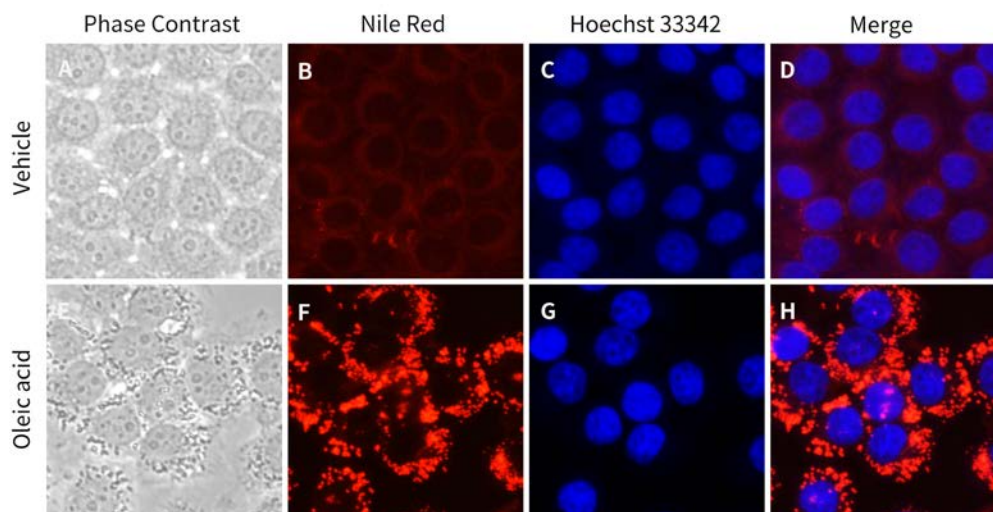

图2. 脂滴红色荧光检测试剂盒(Nile Red)检测HeLa细胞内脂滴的效果图。图A为正常HeLa细胞在显微镜明场下的形态, 正常细胞内无明显的脂滴聚集现象, 因此经Nile Red染色后呈较弱的红色荧光(图B), 主要是细胞膜上脂类的染色; 图E为使用油酸
- Nile Red在水和其它极性溶剂中几乎无任何荧光, 一旦与甘油三酯等中性脂肪结合, 便发出明亮的红色荧光(由于其发射光谱范围广, 也可以设置参数观察到绿色荧光)。使用本试剂盒检测细胞内脂滴的效果参考图2。